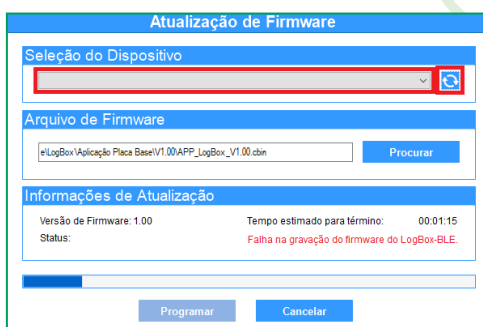

Fig.61 - Falha na gravação do firmware
- d.** Caso o NXperience tenha sido fechado e/ou não seja mais possível encontrar o dispositivo na tela de atualização, como exibido na Fig. 61, é necessário fechar o NXperience, desligar o Berbox BLE e reconectar o dispositivo à interface USB para uma nova tentativa.